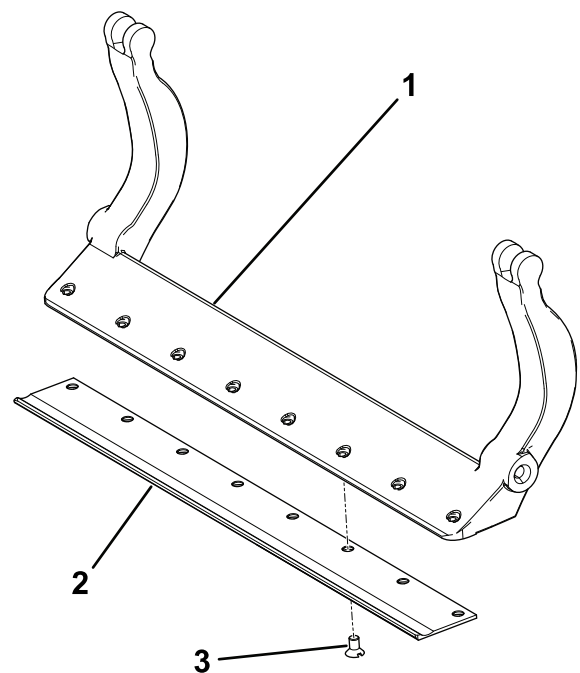

Bild 34
3. Tragen Sie Gewindesicherungslack auf die Schrauben auf und befestigen Sie das Untermesser wie folgt (Bild 34):
- A. Ziehen Sie die zwei äußeren Schrauben auf ein Drehmoment von 1 Nm an, siehe Bild 34.
- B. Fangen Sie in der Mitte des Untermessers an und ziehen Sie die Schrauben mit 23-28 Nm fest, siehe Bild 34.